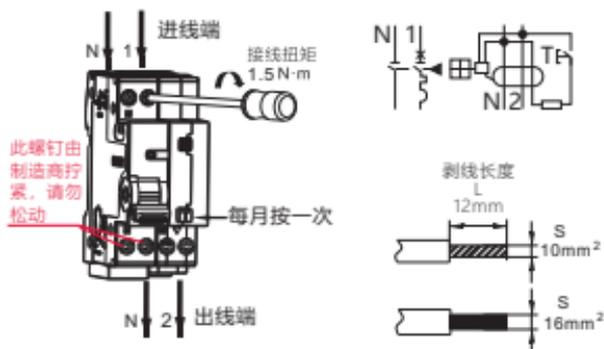

图5 NB5LE-40S接线方式
5.4 适用于铜导线连接，导线选择见表2，接线方式及剥线长度示意如下图5